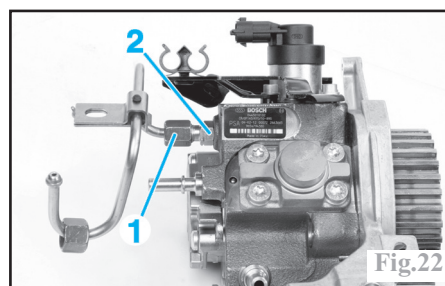

Fig.22
Dévisser le tuyau (1) (Fig.22) tous en maintenant le raccord (2).